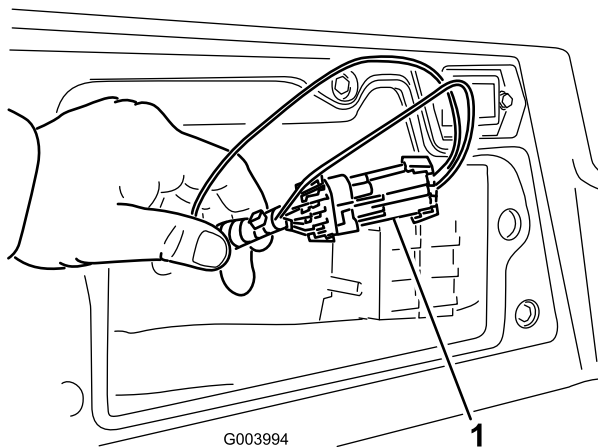

Bild 27
3. Ermitteln Sie den Kabelbaum und die Stecker in der Nähe des Controllers (Bild 27).